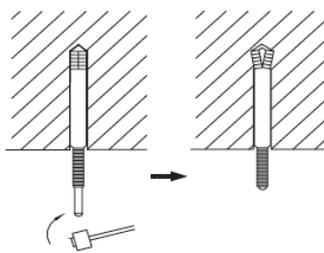

Fig.7
- (3). Skjut in bultarna helt i hålet med hammare (Fig. 7).